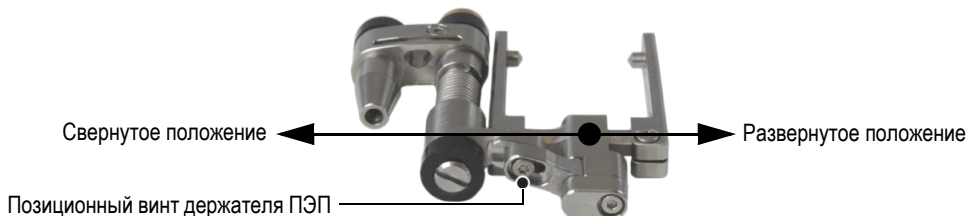

Рис. 2-12 Настройка положения держателя ПЭП
5. Настройте держатель ПЭП (см. Рис. 2-12 на стр. 43):